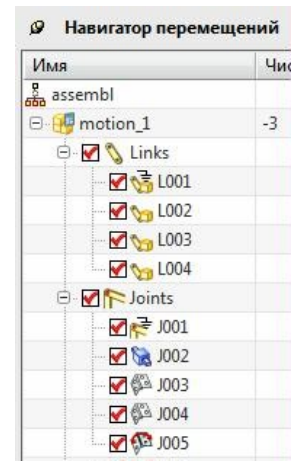
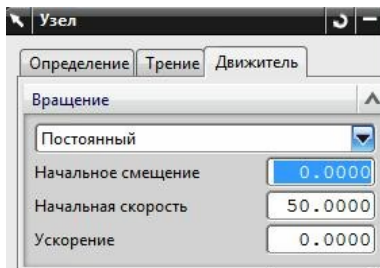

рис.12
Рис.13
- Из кинематических пар нужно создать одну типа *Ползун* и три типа – *Вращательный шарнир* (рис.12).
- В последний вращательный шарнир J005 (рис.12) следует включить постоянный движитель с параметрами, представленными на рис.13.